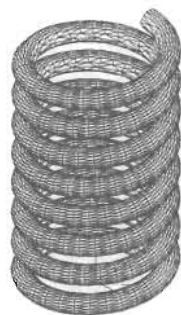

图 14-85
(7) 执行“视图>消隐”菜单命令, 弹簧的消隐效果如图 14-85 所示。